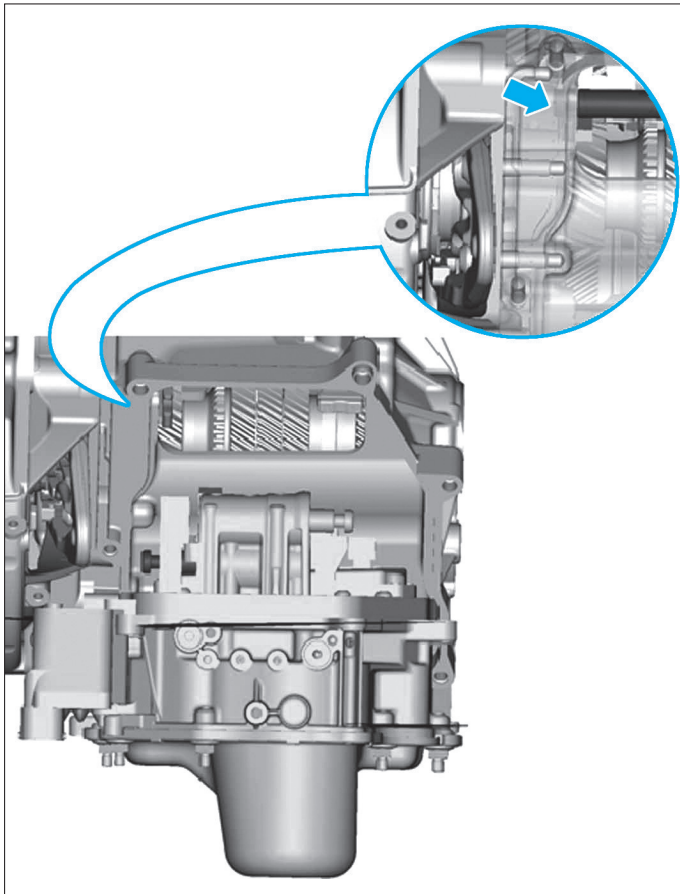

Fig. 16
- Il peut arriver que le bloc hydraulique ne puisse pas être retiré. Le positionneur hydraulique de l'arbre de commande des vitesses "accroche" en haut à gauche sur le carter de boîte de vitesses (Fig.16).
☛ Il arrive parfois que le bloc hydraulique ne puisse pas être retirée. Le positionneur hydraulique de l'arbre de commande des vitesses "accroche" alors en haut à gauche sur le carter de boîte de vitesses (Fig.16).